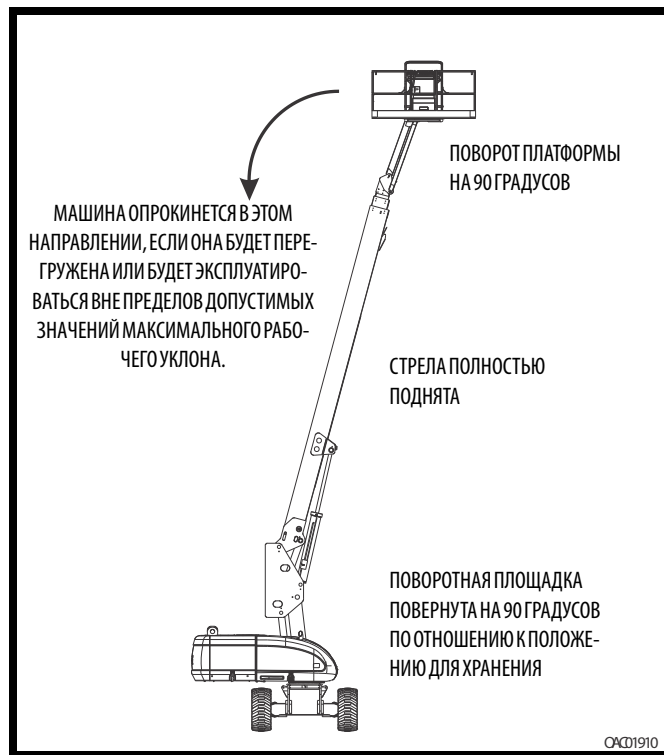
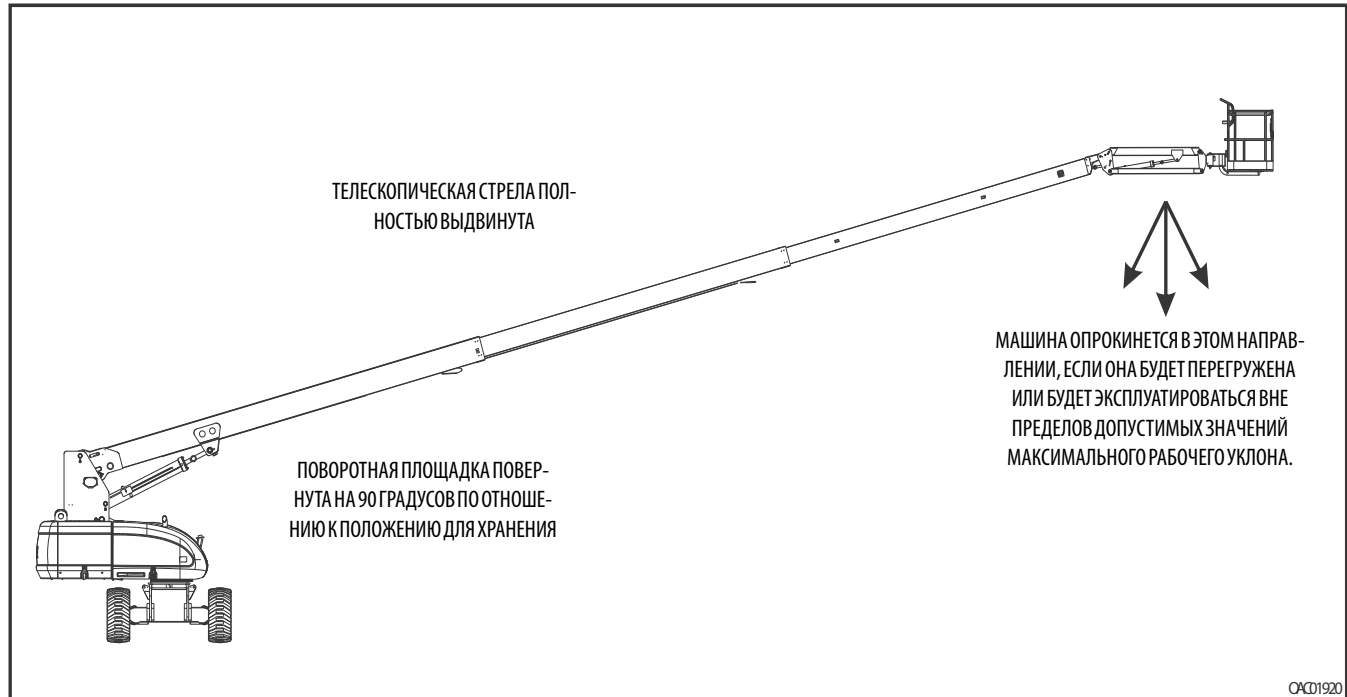

Рис. 4-1. Положение минимальной устойчивости против опрокидывания назад
Рис. 4-2. Положение минимальной устойчивости против опрокидывания вперед
Устойчивость машины определяется двумя (2) параметрами, которые называют устойчивостью к опрокидыванию ВПЕРЕД и НАЗАД. Положение машины с минимальной устойчивостью к опрокидыванию ВПЕРЕД показано на (См. Рис. 4-2.), а положение машины с минимальной устойчивостью к опрокидыванию НАЗАД показано на (См. Рис. 4-1.)